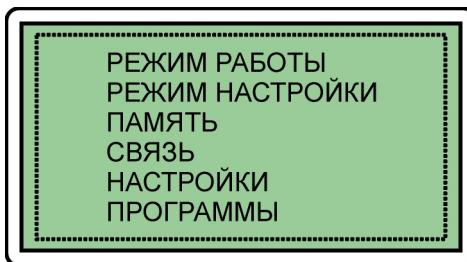

Рис. 6.1 *Основное меню дефектоскопа*
6.1.1.2 Для вызова основного меню дефектоскопа однократно нажать кнопку " МЕНЮ (рис. 6.1).